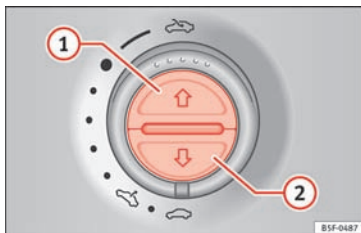

Fig. 137 I loftet: knapper til rullegardin
Fuldstændig åbning (automatisk funktion)	Tryk på knappen » Fig. 137 ① et kort øjeblik.
- Kontakten skal stå i positionen lukket » » Side 15 ①.
- **Panoramaskydetag:** Inden for ca. 5 sek. efter udløsning af kraftbegrænsningen skal du trække bagest i kontakten » » Side 15 (pil ⑤), indtil panoramaskydetaget er helt lukket.
- **Rullegardin:** Inden for ca. 5 sek. efter udløsning af kraftbegrænsningen skal du trykke på knappen » Fig. 137 ②, indtil rullegardinet er helt lukket.